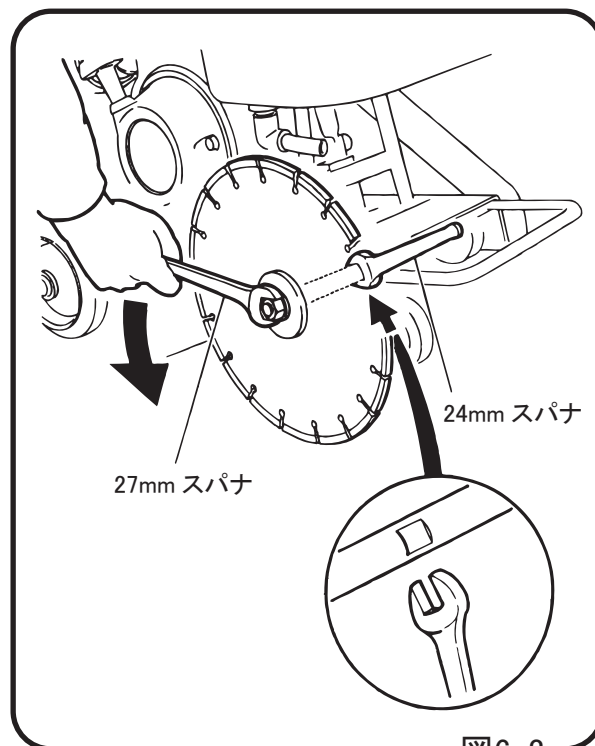

図6-3
- c. ブレードシャフトのスパナ掛け部にスパナを掛けてブレードシャフトを固定し、ナットを反時計方向に回して締め付けます。（図 6-3）